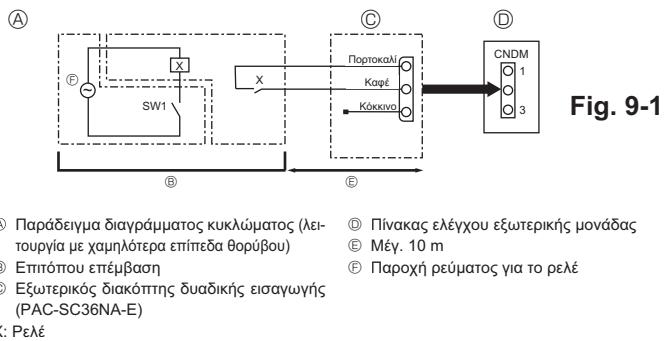

Fig. 9-1
9.1. Λειτουργία με χαμηλότερα επίπεδα θορύβου (επιπόπου τροποποίηση) (Fig. 9-1)